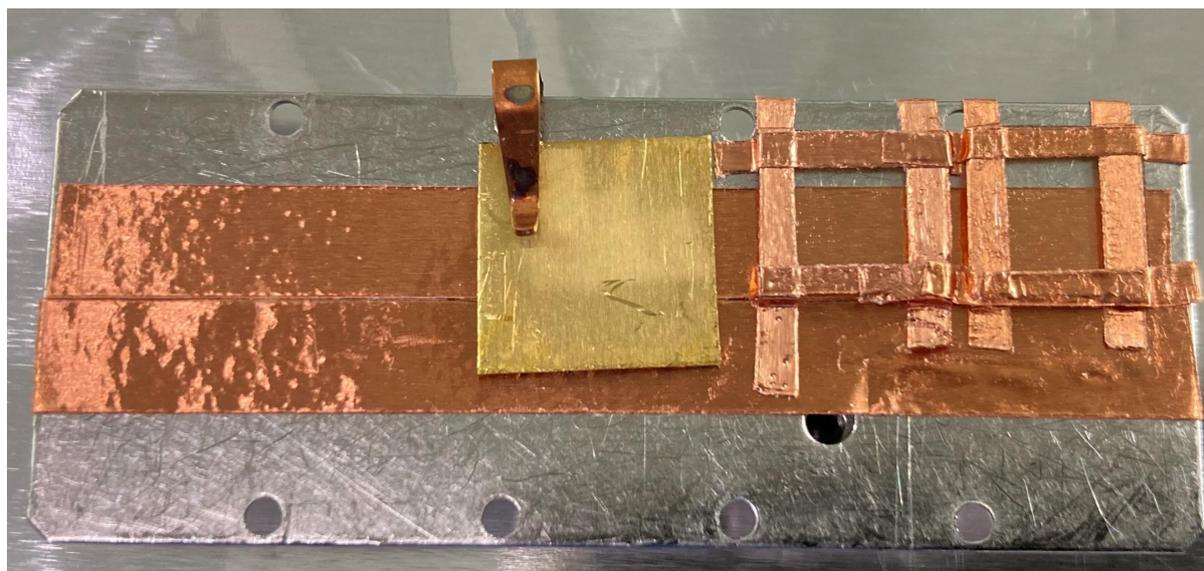

图 23 UPS 样品制备示意图
- (1) 样品尺寸要求: 1cm\*1cm。
- (2) 使用铜导电胶带, 将 Au 标样和待测样品黏贴在同一个样品托上, 如图 23 所示。
- (3) 将样品传入进样腔。一般测试前一天下午 17:00 集中进样。